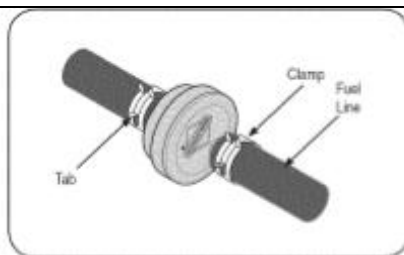

Рис. 10
1. Используйте плоскогубцы, чтобы сжать выступы на второй хомуте (расположенной на выходной стороне фильтра), а затем отодвиньте хомут в сторону от топливного фильтра (см. Рис. 10).